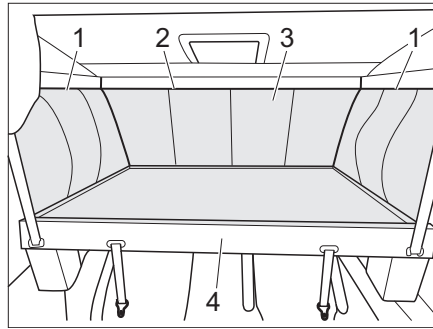

Fig. 78 Accès au caisson
- Abaisser le lit escamotable (Fig. 78,4) (voir chapitre 7.16.3).
- Pour retirer la housse du lit escamotable (Fig. 78,3), ouvrir les fermetures à éclair (Fig. 78,1) situées dans la zone supérieure de l'avant vers l'arrière et dans la zone avant (Fig. 78,2).
- Retirer la housse du lit escamotable (Fig. 78,3) (fixation par velcro).